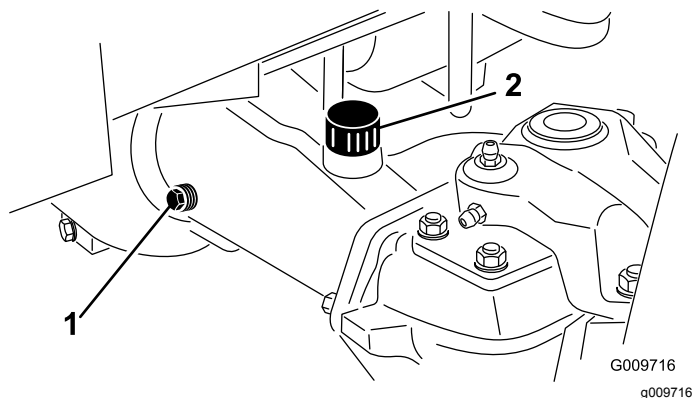

図 74
2. アクスルの一方の端部から点検用プラグ 図 74 を抜き、穴の高さまで潤滑油があることを確認する。
3. 量が不足の場合は、給油プラグ 図 74 をはずして補給する。